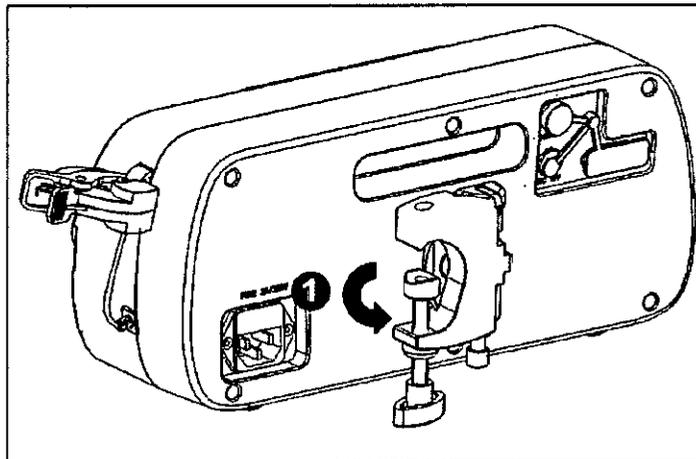
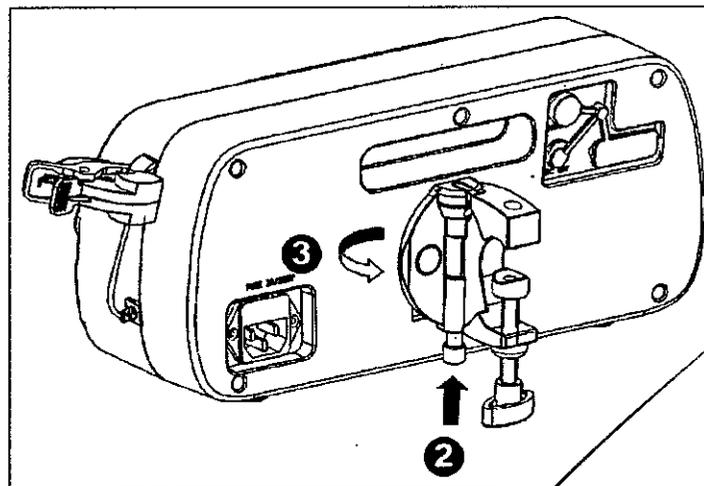
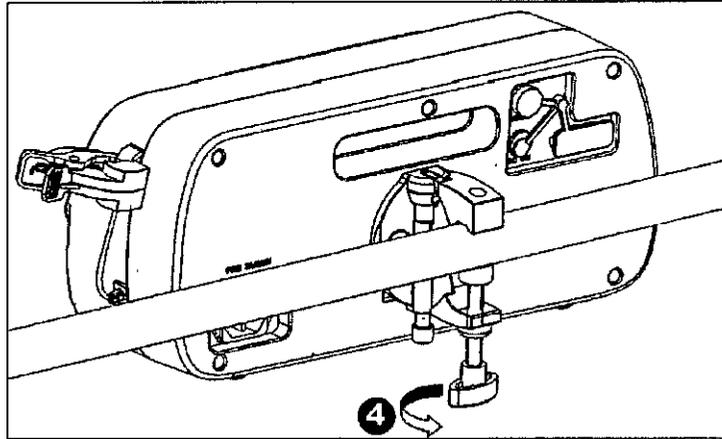

Figura 6: Girar 90° en sentido antihorario.
Figura 7: Abra la abrazadera de fijación.
Figura 8: Fijación al soporte.
- El método para la fijación en el soporte horizontal se muestra en las figuras siguientes, gire toda la abrazadera de fijación 90° en sentido antihorario (paso 1); presione el extremo del eje de rotación (paso 2), rote la abrazadera 90 grados (paso 3), luego gire la perilla y ajuste la morza al soporte (paso 4), realizar este procedimiento de acuerdo con la figura 6; la figura 7 y la figura 8.